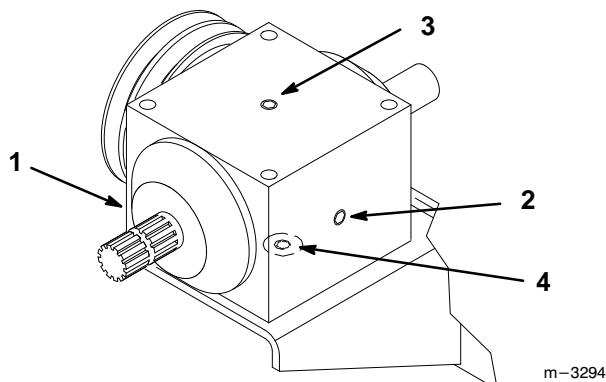

Figure 32
- Si le niveau est bas, retirer le bouchon supérieur et ajouter de l'huile dans la boîte jusqu'au niveau du bouchon latéral (Fig. 32).
6. Retirer le bouchon latéral de la boîte d'engrenages et contrôler le niveau d'huile dans la boîte. Si le niveau est bas, rajouter de l'huile SAE EP-80|90 wt. dans la boîte jusqu'au niveau du bouchon latéral (Fig. 32).